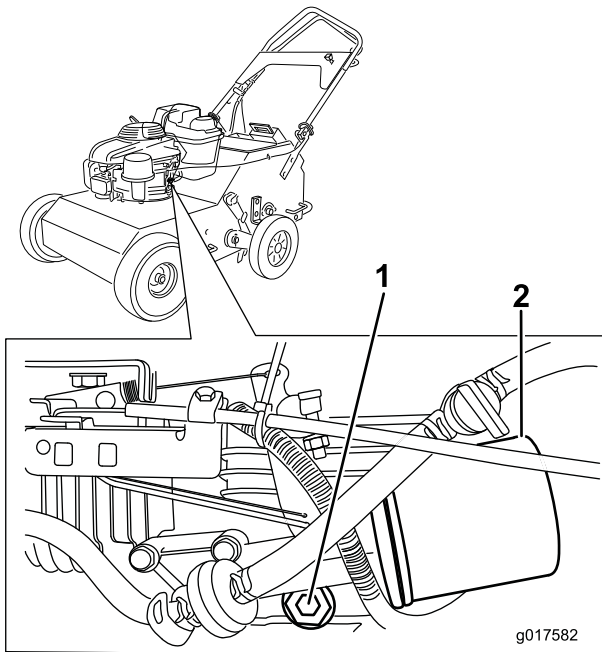

Рисунок 22
6. Снимите пробку сливного отверстия (Рисунок 22) и наклоните машину, чтобы масло стекало в поддон.
2. Поместите ветошь под масляный фильтр (Рисунок 22), чтобы собрать масло, которое может вытечь при демонтаже фильтра.